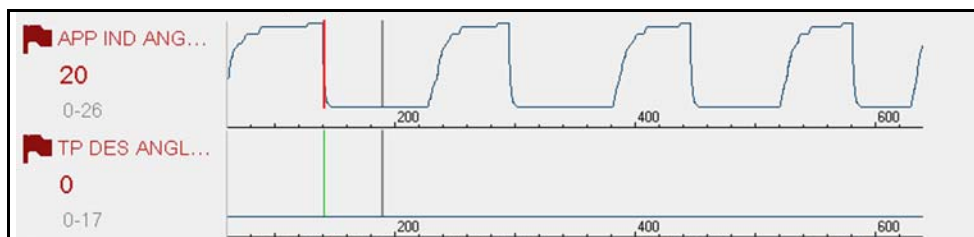

Abbildung 5-12
- Eine rote Cursorlinie in der PID-Grafik (Abbildung 5-12) mit dem ausgelösten Trigger zeigt an, an welcher Stelle der Trigger ausgelöst wurde.